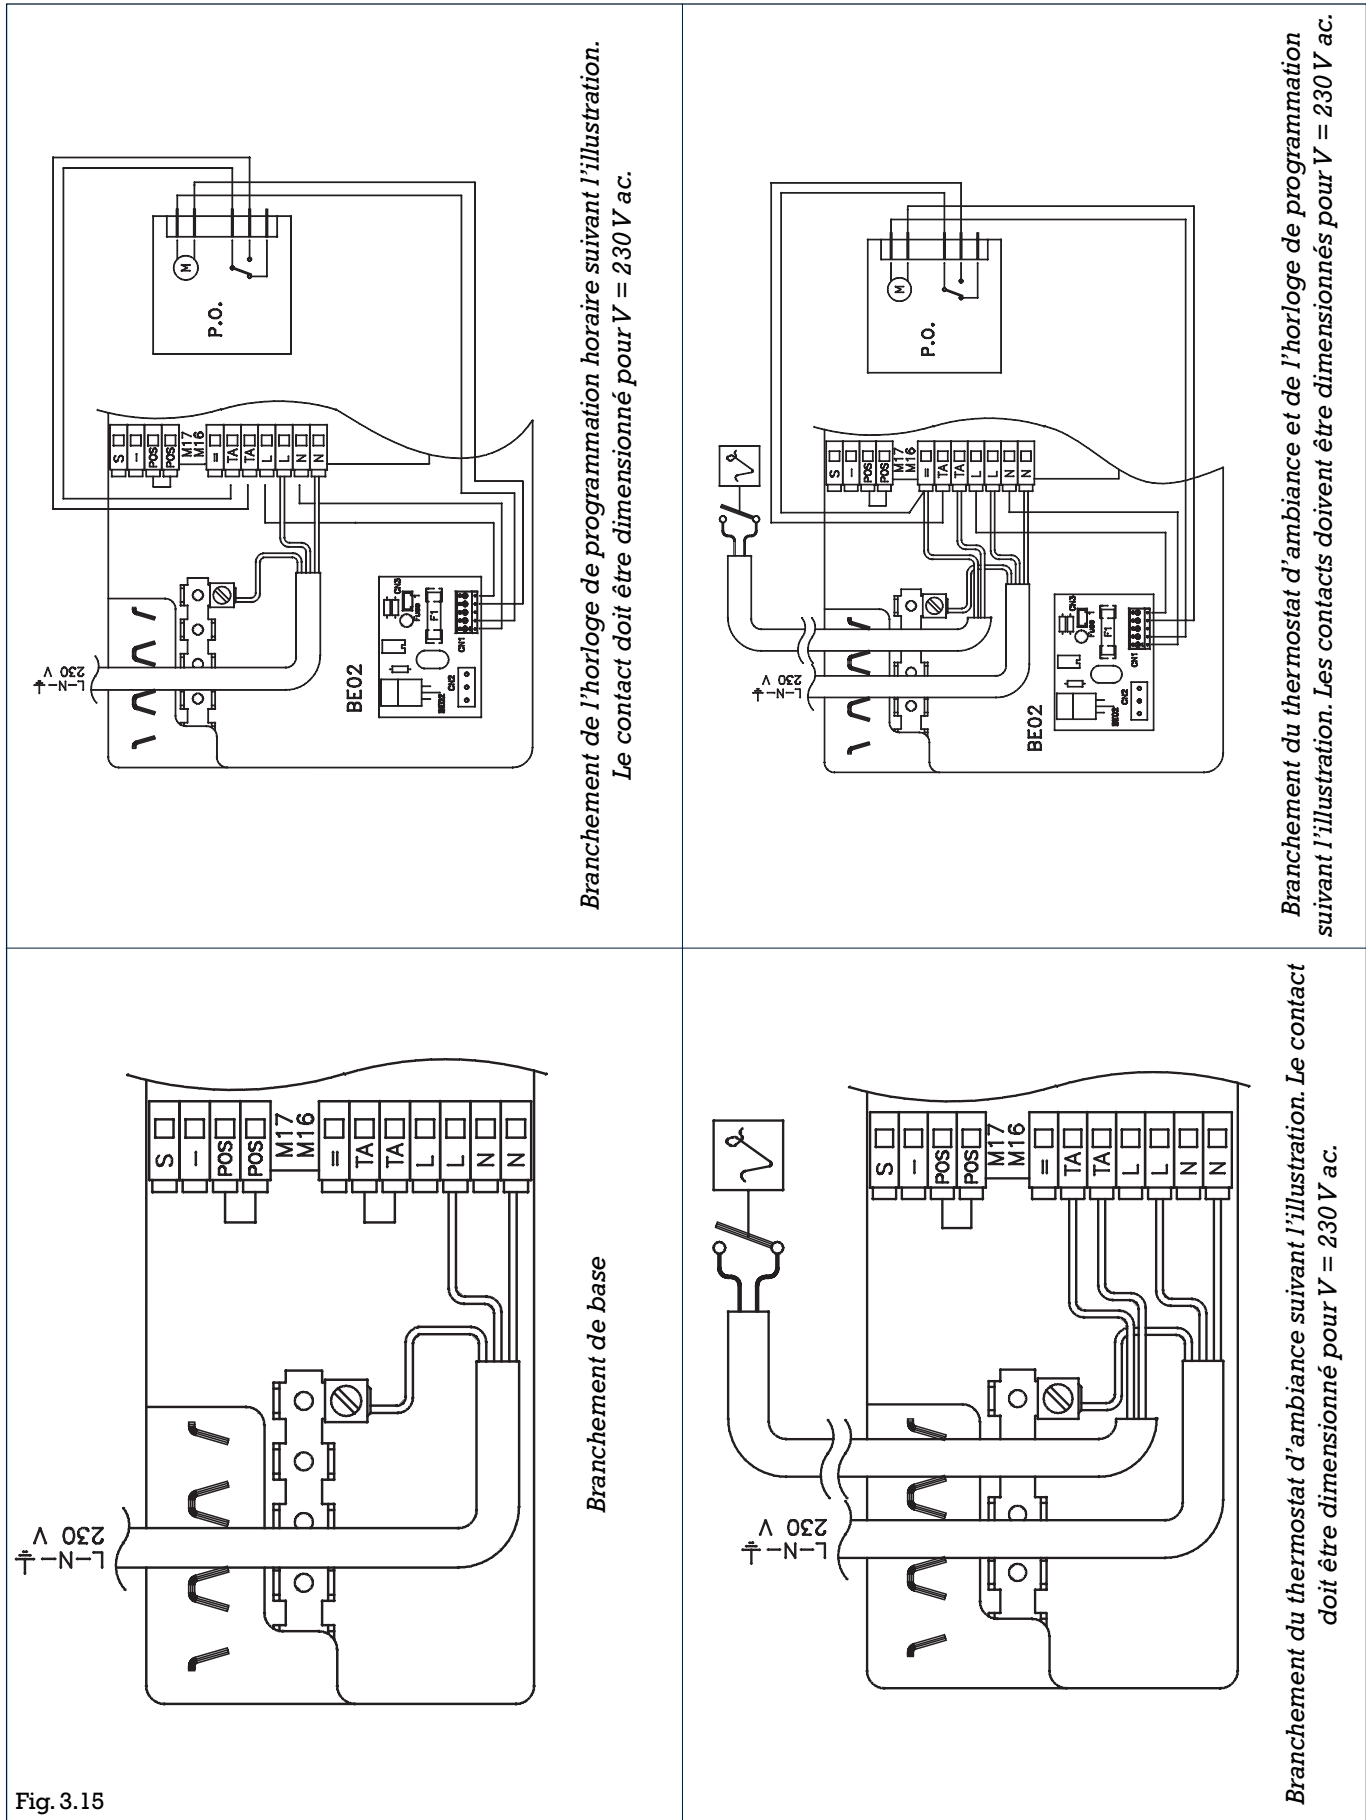

Fig. 3.15
- le thermostat d'ambiance et/ou l'horloge de programmation sont branchés comme indiqué sur les schémas électriques au fig. 3.15.